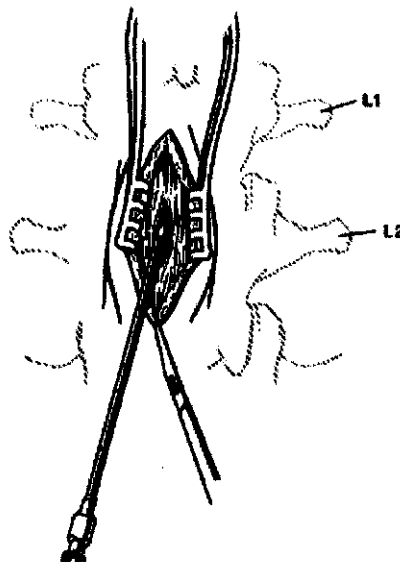

FIGURA 23
1. Realice una incisi3n longitudinal de aproximadamente 3 a 7 cm de longitud a la profundidad del ligamento intervertebral centrado sobre la aguja o la gui3a Introduce. Tenga mucho cuidado para no cortar el Introduce o la propia derivaci3n (ver Figura 23).